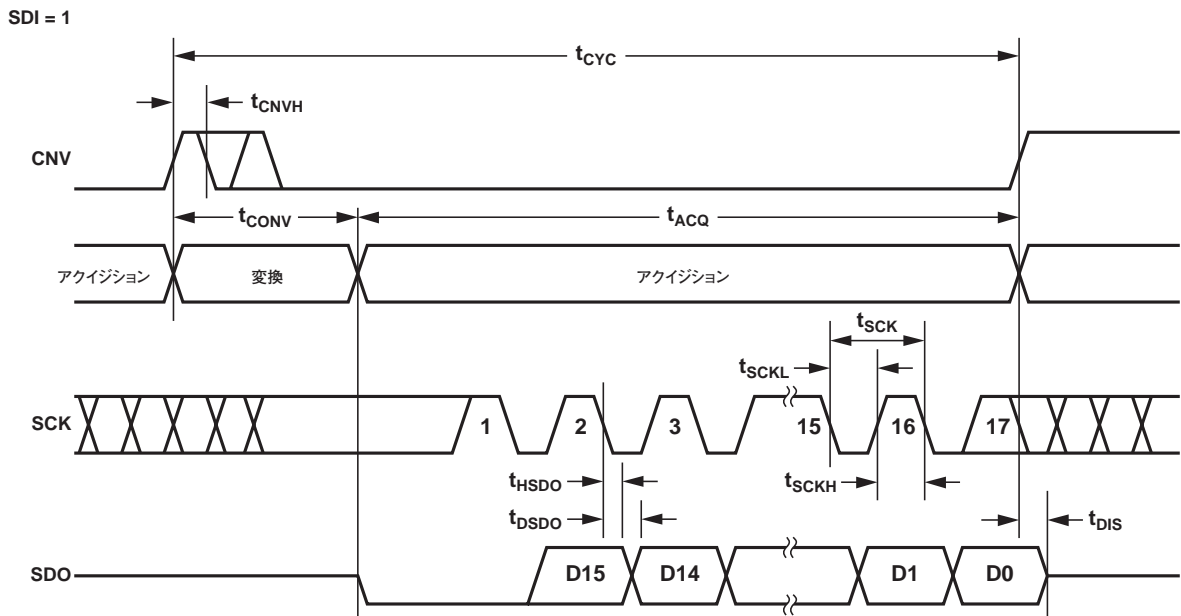
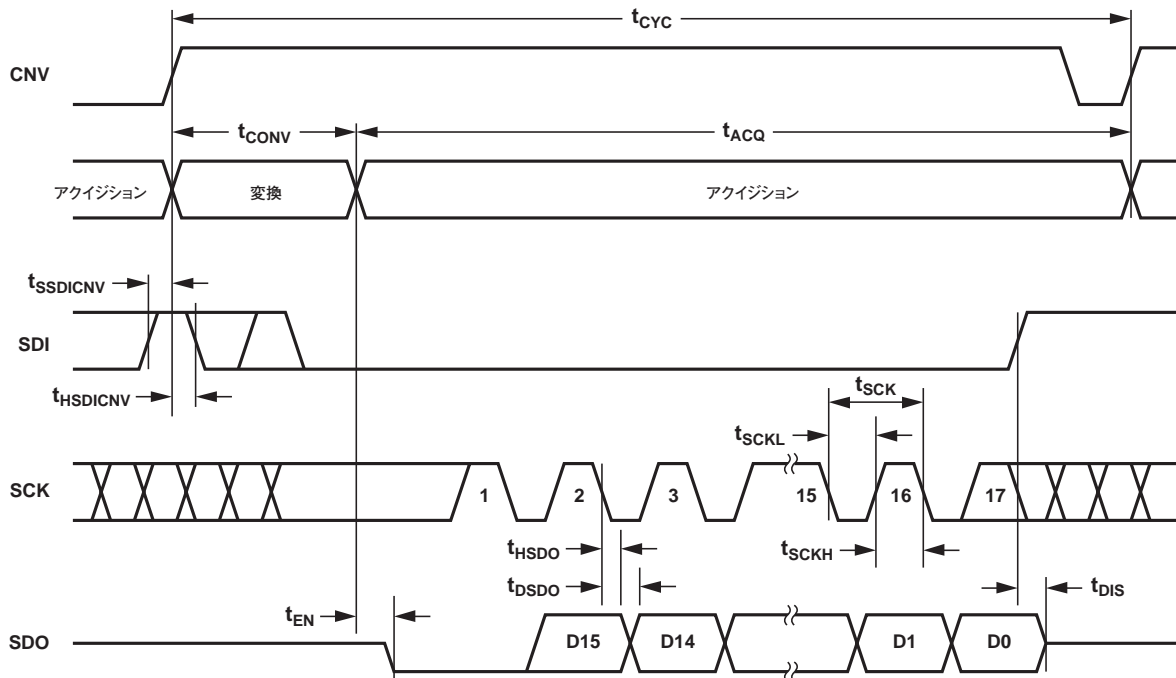

図37.  $\overline{CS}$ モード3線式、BUSY表示ありのシリアル・インターフェース・タイミング (SDIハイレベル)
図41.  $\overline{CS}$ モード4線式BUSY表示ありのシリアル・インターフェース・タイミング
- $\overline{CS}$ モードでは、ADCの変換終了時にCNVまたはSDIがローレベルになったとき(図37と図41)。